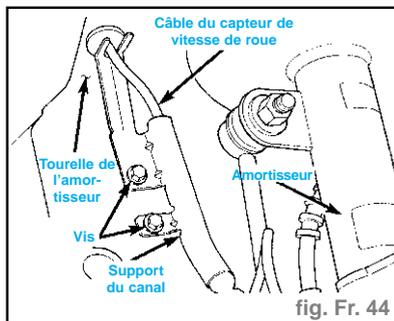

fig. Fr. 44
- Déposer les deux vis fixant le support de canal avant et la retenue de passe-câble au longeron extérieur (fig. Fr. 44).
- Poser le support du canal et la retenue de passe-câble sur le longeron (fig. Fr. 44).